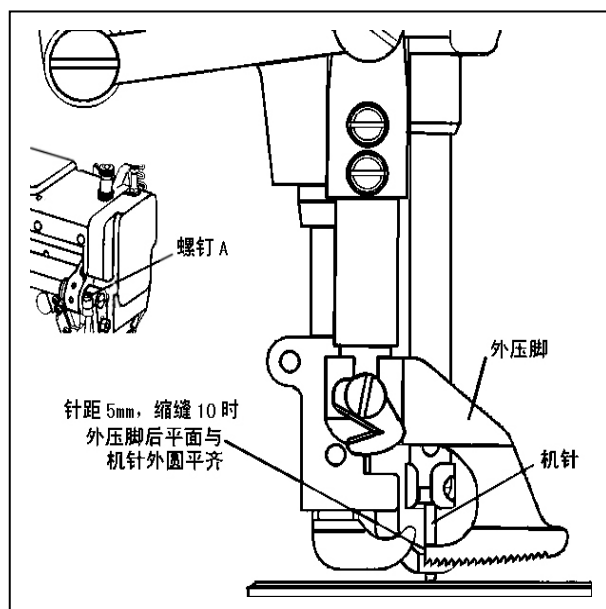

图 43
37、外压脚前后位置的调整 (图 43)
- 2) 松开螺钉 A，把外压脚的后平面放置在与机针外圆平齐位置 (图 43 所示)，拧紧螺钉 A。